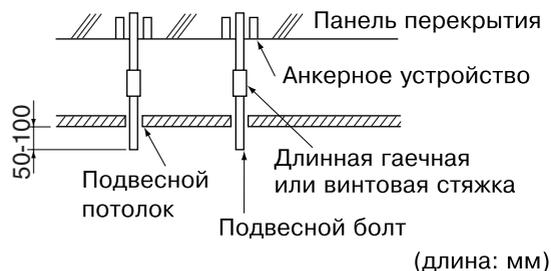

Рис. 9
2. Прodelайте отверстия для подвесных болтов, дренажного трубопровода и трубопровода хладагента и электрической проводки. (см. Рис. 9)